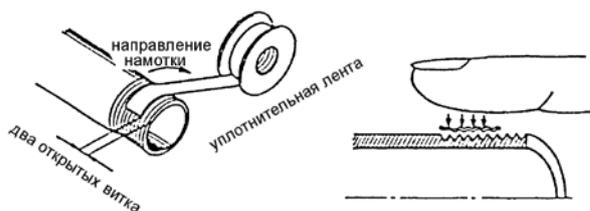

Рисунок 10
- При герметизации соединения с помощью уплотнительной ленты необходимо отступить от края трубы 1,5 – 2 витка (см. рис.10)